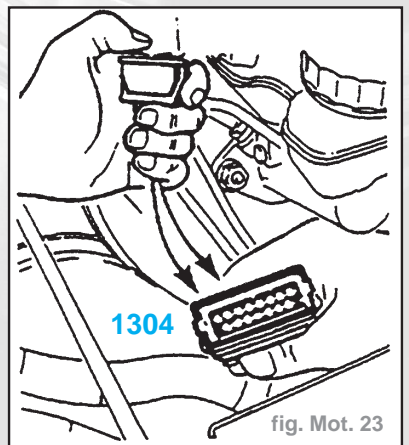

fig. Mot. 23
- Débrancher le relais 1304 (fig. Mot. 23).